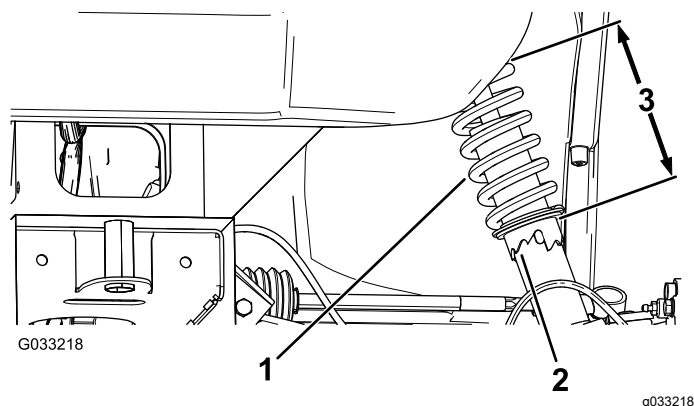

Figura 47
2. Si la caída de la rueda está mal, utilice la llave de gancho para girar el collarín del amortiguador para alinear la rueda (Figura 47).